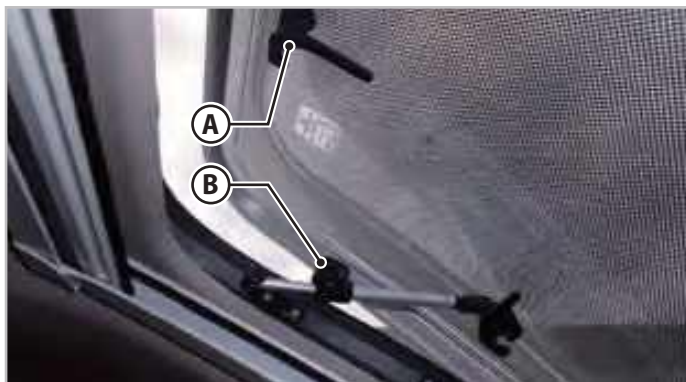

Fig.6.9 - Lanterneau panoramique
1. Tourner les leviers (**A** - Fig.6.9) et les mettre en position verticale.
3. Bloquer le lanterneau en vissant les manettes d'arrêt (**B** - Fig.6.9) des bras télescopiques.
1. Desserrer les manettes d'arrêt des bras (**B** - Fig.6.9) télescopiques.
3. Enclencher tous les leviers (**A** - Fig.6.9).